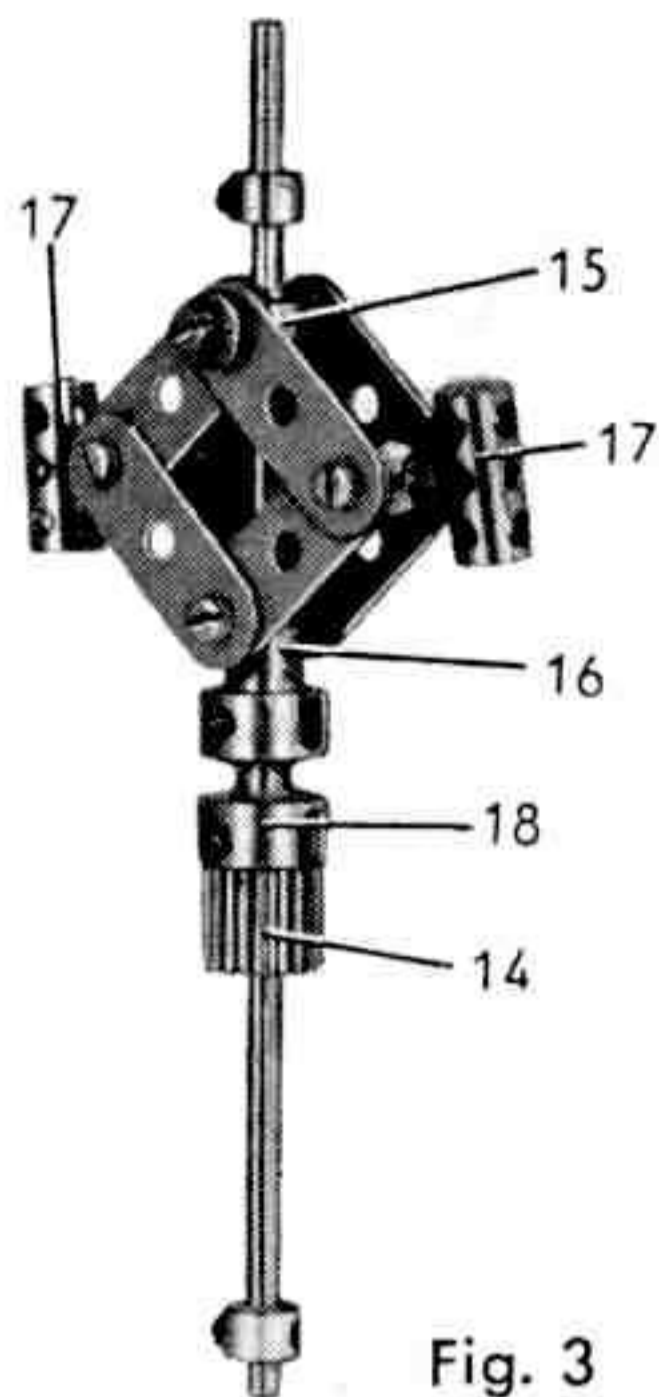

Fig. 3
La relation entre les roues de champ (11) et (12) est assurée par un pignon de 19 dents de 13 mm. de large (14) passé sur une tringle de 16,5 cm. (fig. 3). Cette tringle tourne dans la bande de 25 trous (6) et dans les plaques (2) ; elle porte un régulateur centrifuge qui débraye automatiquement le pignon (14) à partir d'une certaine vitesse.
Chacune des roues avant est fixée sur une tringle de 2,5 cm. qui passe dans la bande coudée composée de la bande de 4 trous et des équerres (21) et (22) (fig. 3). La tringle de 2,5 cm. porte un accouplement universel (27). L'un des accouplements (27) est fixé à l'extrémité d'une tringle de 6 cm. qui porte 6 rondelles, une bague d'arrêt, un accouplement (28), et 3 rondelles, avant de s'engager dans le différentiel. L'accouplement (28) est libre sur la tringle. L'autre accouplement universel (27) est bloqué sur une tringle de 4 cm. que 3 rondelles séparent du différentiel. Les tringles de 6 et de 4 cm. passent dans les pointes des embases triangulées plates (7).
La roue de 38 dents montée sur la tringle coulissante peut entraîner une roue identique (49). Cette roue est montée sur une tringle de 6 cm. (fig. 3) qui porte également une roue de chaîne de 14 dents. La roue de chaîne est reliée à une roue identique bloquée ainsi qu'un pignon de 25 dents sur une tringle de 11,5 cm. (50). La tringle (50) tourne dans des embases triangulées plates boulonnées sur les cornières (1) du châssis. Son pignon de 25 dents entraîne une roue de champ de 25 dents placée à l'extrémité d'une tringle de 7,5 cm. (51). La tringle (51) passe dans une bande coudée de 90 x 12 mm. fixée sur deux petits goussets d'assemblage boulonnés au châssis. La tringle (51) porte un pignon de 19 dents qui entraîne la roue de champ (29) du différentiel et son extrémité tourne librement dans l'accouplement (28).